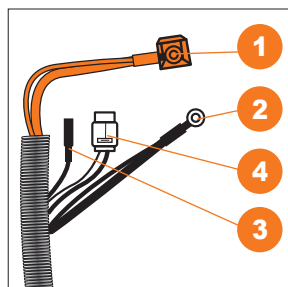

Рис. 17
- Провода кабеля панели управления: **1** красный - плюсовой кабель аккумулятора, **2** черный - минусовой кабель аккумулятора, **3** коричневый - кабель управления реле электростартера, **4** - кабель фары с белой фишкой (Рис. 17).
- Отверните крышку маслосливной горловины (Рис. 17) из картера двигателя, достаньте щуп.